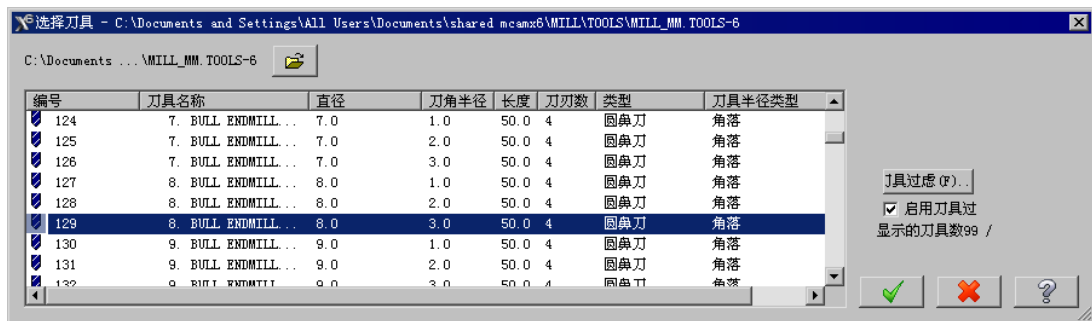

图 6.15 “选择刀具”对话框
Step4. 选择刀具。在“曲面精加工等高外形”对话框中，单击 **选择刀具...** 按钮，系统弹出“选择刀具”对话框，在该对话框中的列表框中选取图 6.15 所示的刀具。单击 **✓** 按钮，关闭“选择刀具”对话框，系统返回至“曲面精加工等高外形”对话框。